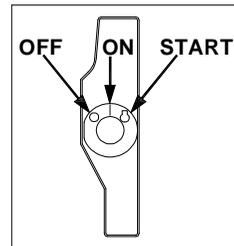

Fig. 10
- Dans la version à moteur 20 HP à démarrage électrique, introduire les clés dans le tableau de démarrage et tourner la clé, d'abord sur "1" pour mettre sous tension, puis sur "Start" pour faire démarrer (Fig. 10).